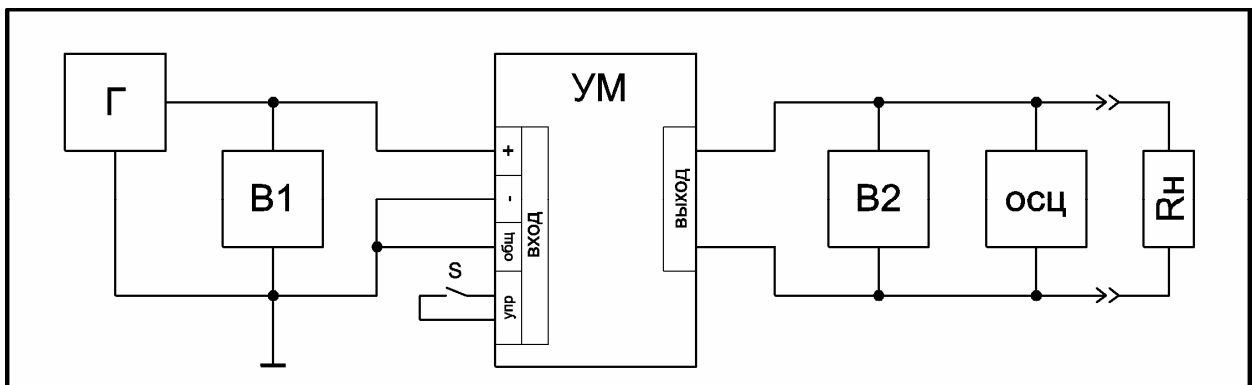

Рис.2 Схема измерений
11.4. Измерения проводят по несимметричной схеме подачи входного сигнала, приведенной на рис. 2. Генератор сигналов подключают поочередно ко входам 1, 2 и 3, подавая сигнал на контакты, обозначенные знаком «+», а контакты, обозначенные знаком «-» соединяют с общим проводом. (см. схемы разъемов). При подаче сигналов на вход 2 и 3 с помощью переключателя S подают сигналы управления для активации этих входов (см. п.п. 9.6., 9.7.)